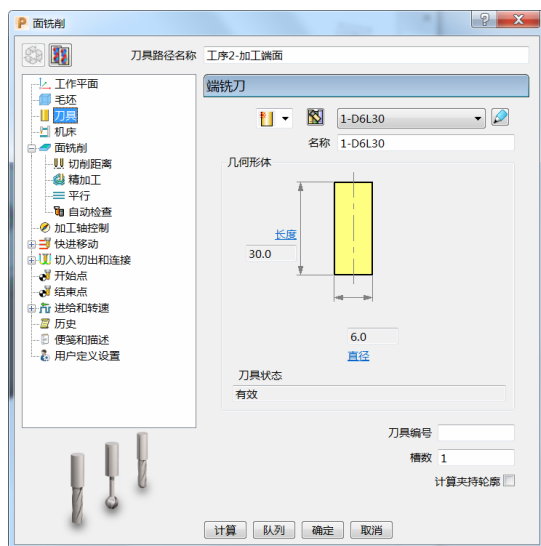

图 2-7
- 3) 刀具：选择“ $\phi 6$ 立铣刀”，伸出 30mm 即可。（图 2-7）